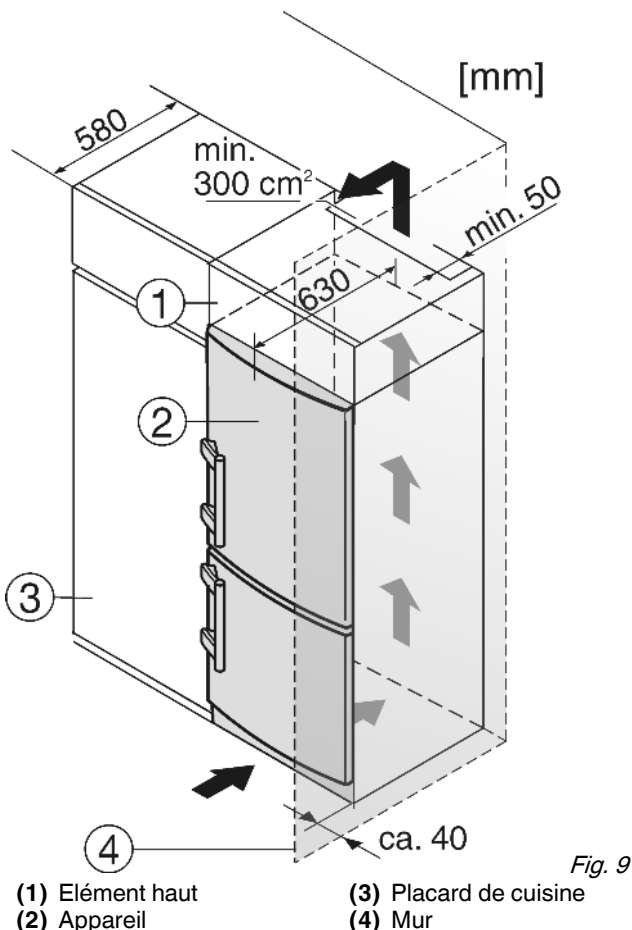

Fig. 9
- (1) Élément haut
- (2) Appareil
- (3) Placard de cuisine
- (4) Mur
L'appareil peut être entouré de meubles de cuisine. Pour adapter l'appareil *Fig. 9 (2)* à la hauteur des placards de la cuisine intégrée, on peut placer un élément haut *Fig. 9 (1)* au-dessus de l'appareil.
Lors de la transformation avec des placards de cuisine (profond. max. 580 mm) l'appareil peut être placé directement à côté du placard *Fig. 9 (3)*. La porte de l'appareil saillit latéralement de 34 mm et au milieu de l'appareil de 50 mm par rapport à la face avant du placard de cuisine. Ainsi, elle se laisse ouvrir et fermer sans problèmes.
Si l'appareil est installé avec les charnières à côté d'un mur *Fig. 9 (4)*, la distance entre l'appareil et le mur doit être de 40 mm min. Ceci correspond à la saillie de la poignée lorsque la porte est ouverte.